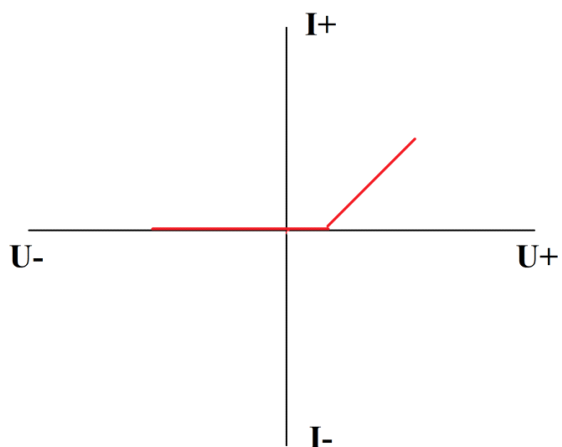

Рисунок 12. Внешний вид графика ВАХ соединения диода и резистора.
- Соединение диода и резистора выглядит следующим образом (Рисунок 12):